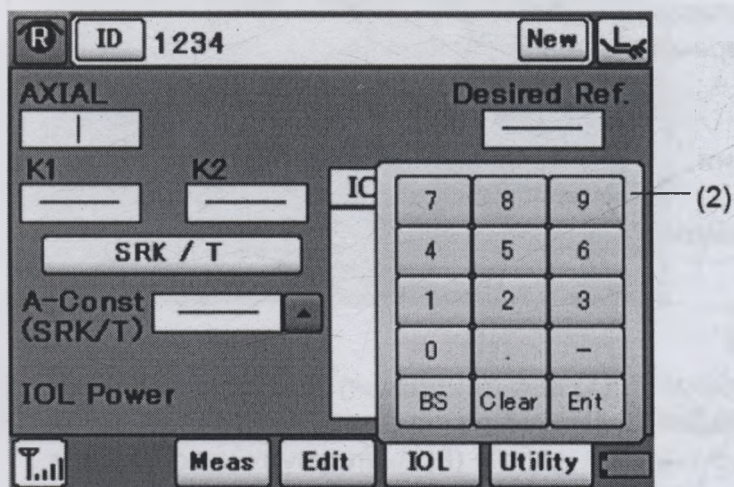

Рис. 2
- 1) Коснитесь поля AXIAL (1), чтобы сделать его активным. Появляется клавиатура (2) (Рис. 2).